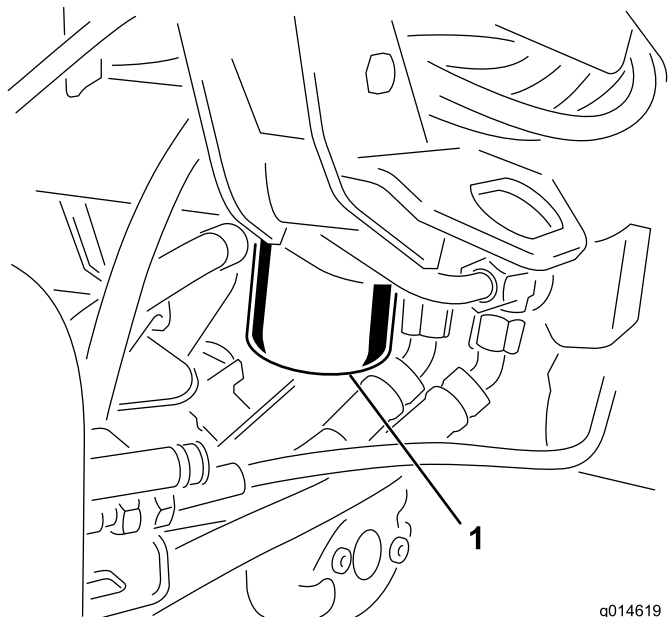

図 39
1. フィルタ容器の周辺をウェスできれいにぬぐう  図 39。フィルタの下に廃油受けを置いてフィルタを外す。